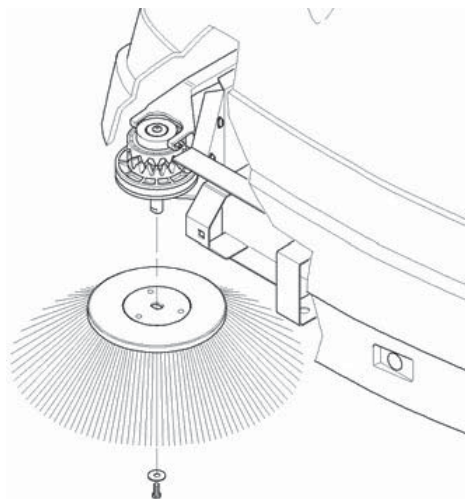

Fig. 2
- Placera borsten på axeln (Fig.2).